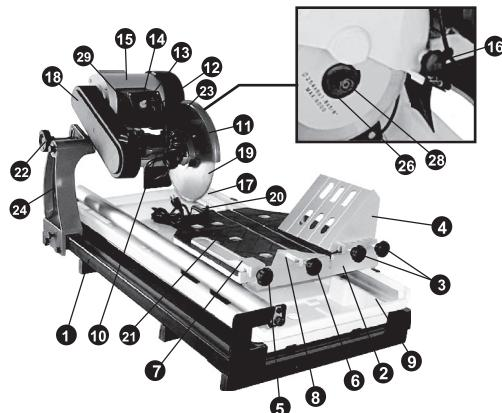
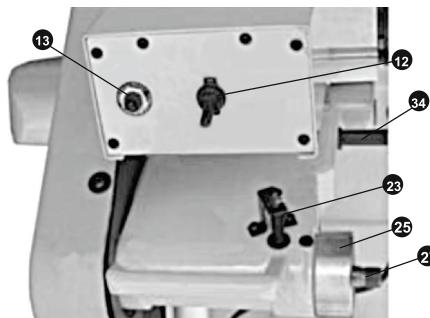

рис. 1
рис. 2
1.3 Транспортировка плиткореза должна производиться в закрытых транспортных средствах в соответствии с правилами перевозки грузов, действующих на транспорте данного вида. При транспортировке - положение электродвигателя фиксируется винтом 11 (рис. 1).
Общий вид плиткореза схематично представлен на рис. 1:
7.2 На консоли 24 (рис. 1) установить и закрепить винтом 22 (рис. 1) двига-
тель 34 (рис. 2).
7.3 На посадочное место (шпилька) двигателя 34 (рис. 2) установить и винтом крепления 16 (рис. 1) закрепить защитный кожух 11 (рис. 1).
и настройте рабочий стол 21 (рис. 1).
7.6 В зависимости от предполагаемой операции, установить и винтами крепления 3,5,6 (рис. 1) зафиксировать: наклонный стол 4 (рис. 1), угловой упор 8 (рис. 1) или направляющий упор 7 (рис. 1).